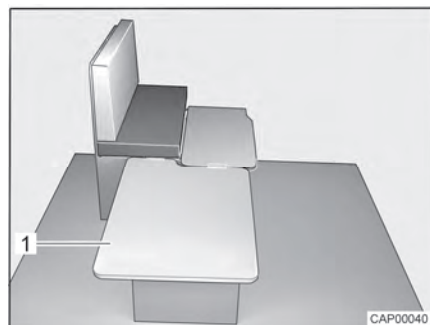

Fig. 52 Durante la transformación
- Enganchar la tabla de apoyo (Fig. 52,1) lateralmente en el banco y colocarla en la mesa.